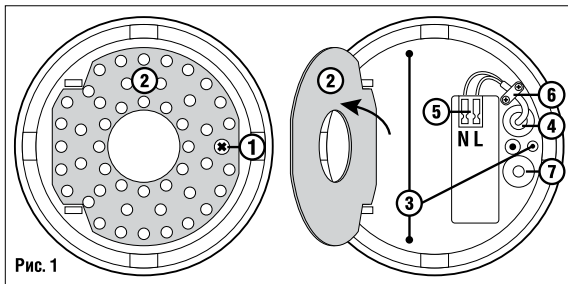

Рис. 1
- Выкрутите винт **1** и откройте крышку со светодиодным модулем **2**, как показано на Рис. 1.